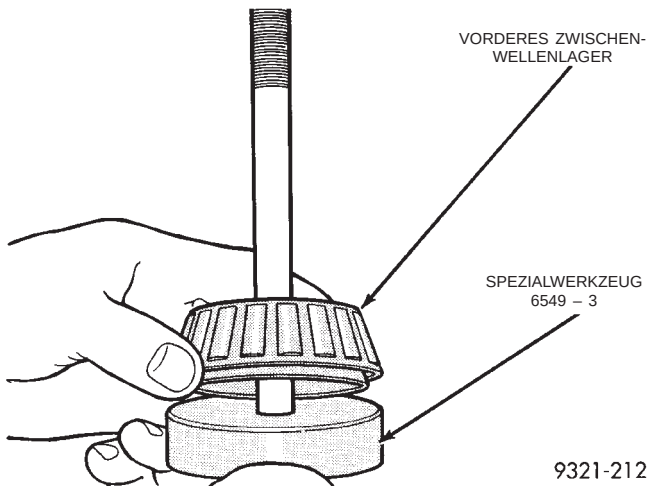

Abb. 302 Meßscheibe und Lager
(3) Neues vorderes Zwischenwellenlager (das für den endgültigen Zusammenbau vorgesehene Lager) auf die Meßscheibe (Spezialwerkzeug 6549-3) legen (Abb. 302).